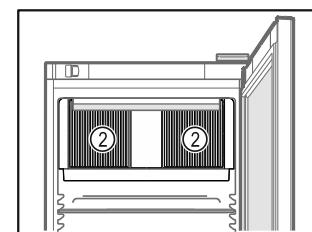

Fig. 54
- Cirkuliuojančio oro ventiliatoriaus vésinimo plyšiai Fig. 54 (2) viduje turi būti neuždengti.